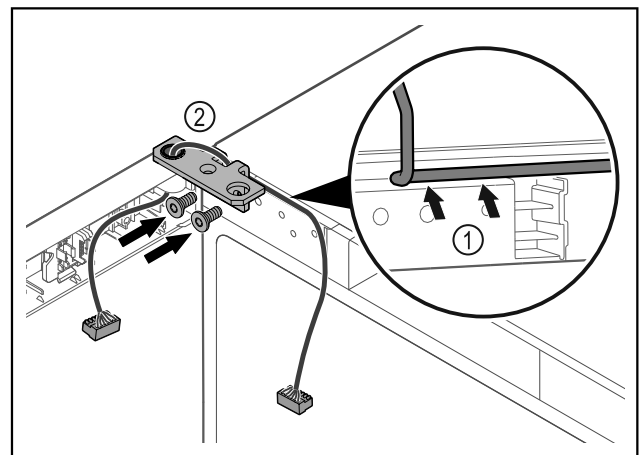

Fig. 63
- ▶ Вкарайте кабела през прореза на ъгъла на пантата и го положете внимателно Fig. 63 (1).
- ▶ Завинтете ъгъла на пантата Fig. 63 (2).